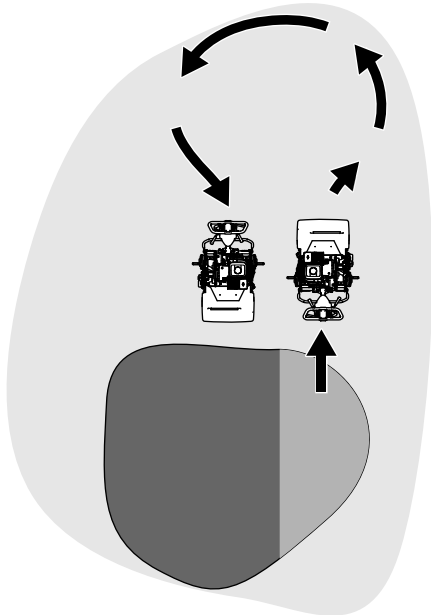

图 23
- 机器掉头应当在果岭之外进行方法为抬起滚刀将手柄向下压然后使用驱动轮鼓进行一个泪滴状转变 图 23。